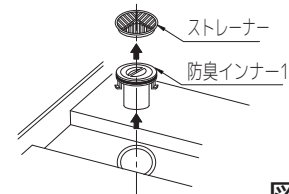
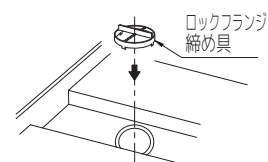

図3
図4
- ③ストレーナーと防臭インナー1を取り出して（図3）、付属の締め付け具にてロックフランジと排水トラップ本体を締め付けてください（図4）。
- ④上フタをすのこユニット本体にセットしてからモルタルで固定してください。